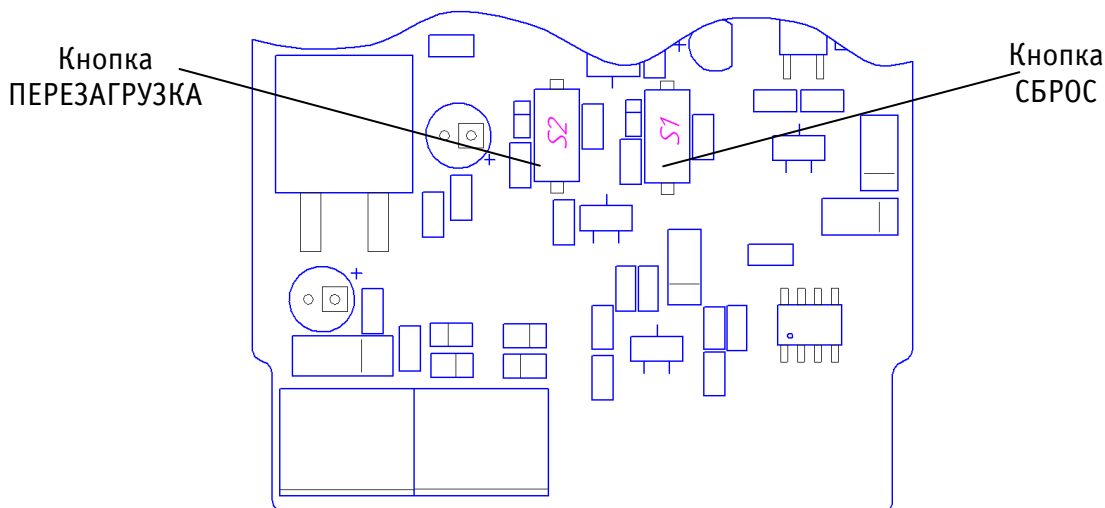

Рисунок 3 – Расположение кнопок на плате
- получив доступ к плате Устройства, в течение 1-2 с трижды нажать кнопку СБРОС (рис. 3);
Также, в Устройстве предусмотрена возможность перезагрузки, для чего необходимо нажать кнопку ПЕРЕЗАГРУЗКА, расположенную на плате (рис. 3).